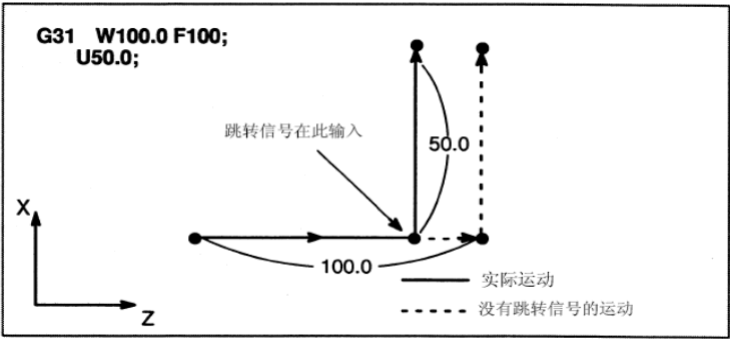

图 3-13
- 1. G31 的下一个程序段是增量坐标编程，见图 3-13